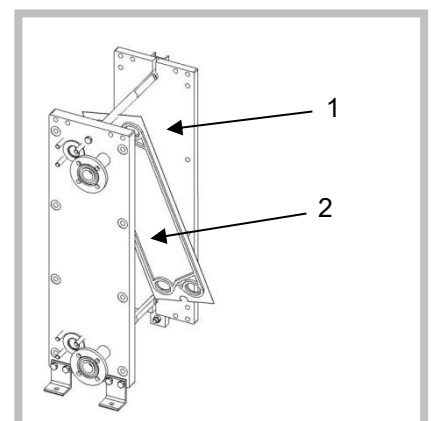

Figure 36
2. Demandez à une deuxième personne de tenir les plaques de transfert thermique afin d'éviter qu'elles glissent. Poussez chaque plaque vers le bâti mobile [1] et mettez-la en position inclinée (Figure 36). Faites pivoter la plaque de transfert thermique [2] latéralement.